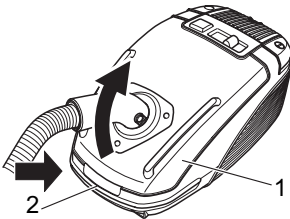

Abb. 23
1. Drücken Sie die Entriegelungstaste (Abb. 23/2) und öffnen Sie den Staubraumdeckel (Abb. 23/1).